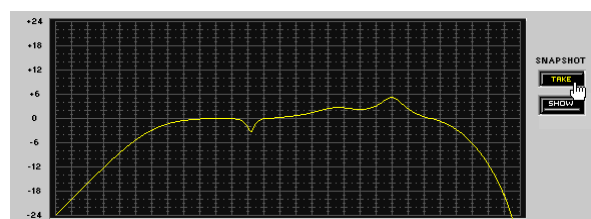

FIGURE 5-2 : Prise d'un instantané
1. Cliquer sur le bouton [TAKE] (Prise) comme illustré à la figure 5-2. Cela permet de capturer la courbe de réponse ou de transfert active.